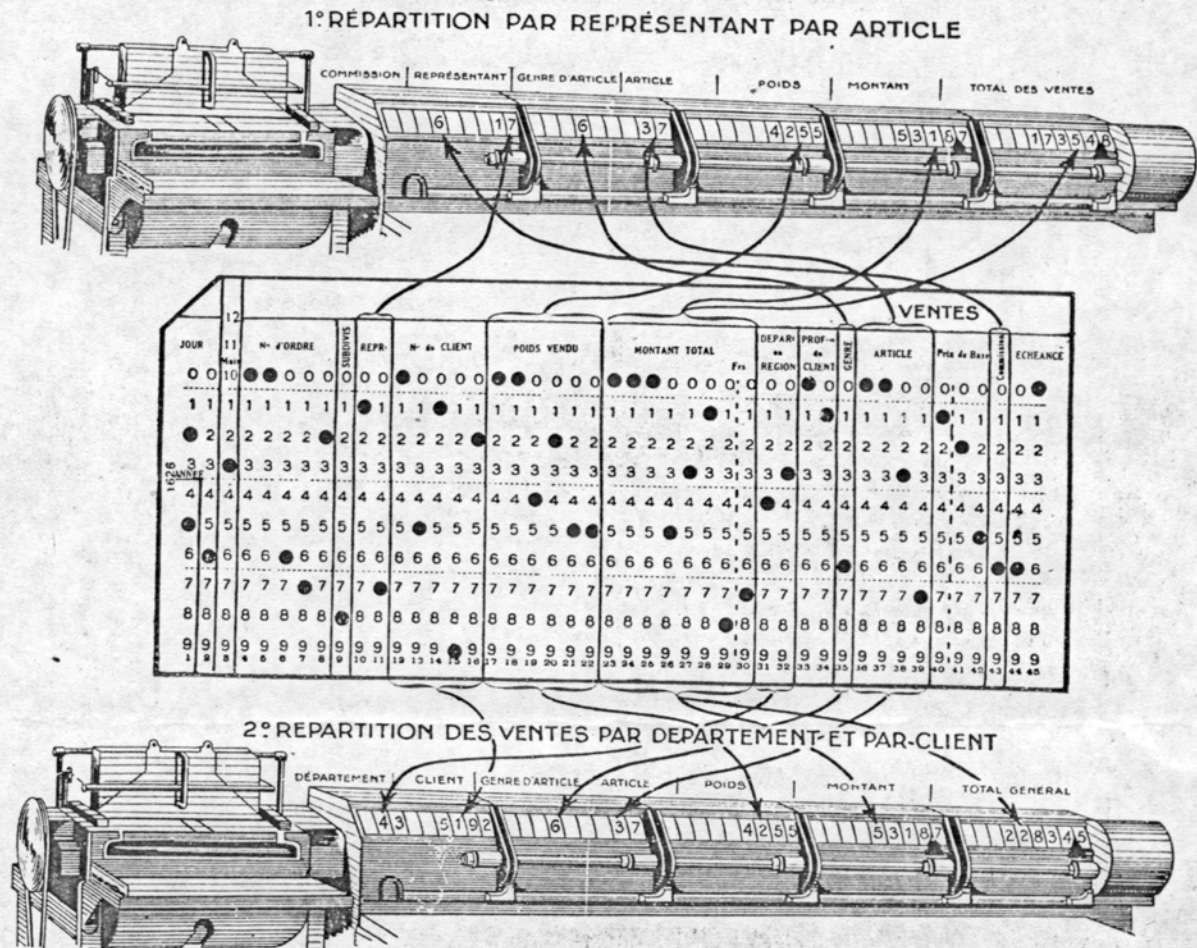

Fig. 6. — Schéma de travaux par fiches.
Ainsi, un jeu de cartes donnera successivement les renseignements les plus divers ; on distingue sur la figure 6 (1), représentés par des flèches, deux exemples des combinaisons que l'on peut réaliser avec un paquet de cartes de vente : on passe de l'une à l'autre en changeant simplement les fiches de jacks.